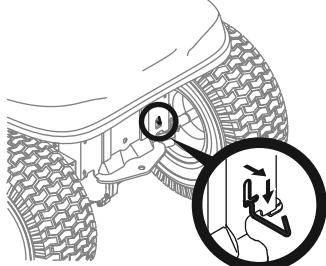

Figura 2
- Acople la varilla de derivación de la transmisión para mover el tractor manualmente sin ponerlo en marcha. La varilla de derivación de la transmisión está ubicada en la parte trasera del tractor, sobre el bastidor. Acople la varilla de derivación tirando hacia afuera y abajo. Consulte la Figura 2.